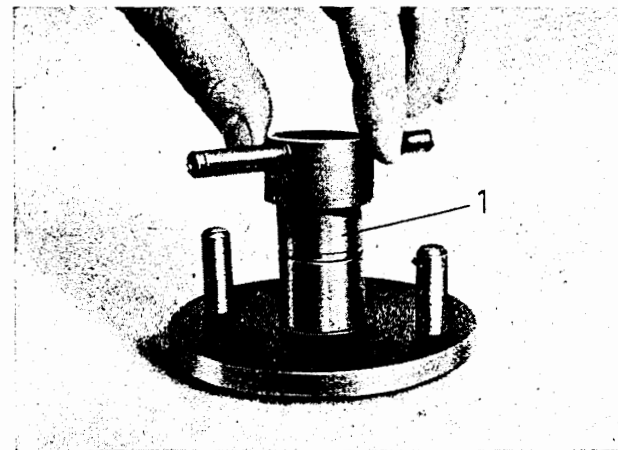

Bild M 194. Federträger (1) abnehmen
9. Federträger abnehmen (Bild M 194).